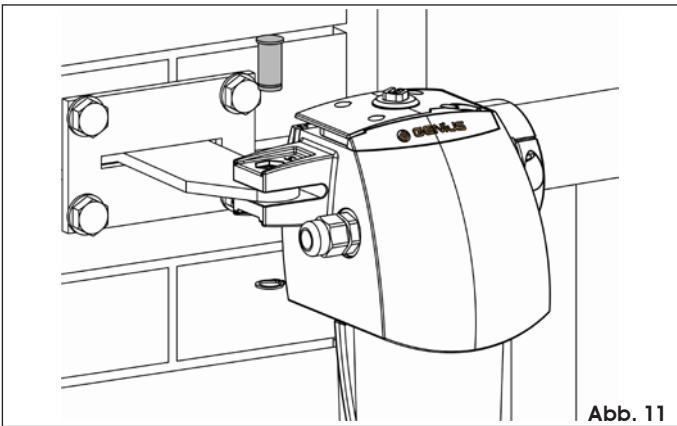

Abb. 11
- Den Antrieb mit dem im Lieferumfang enthaltenen Stiften und elastischen Ringen am hinteren Bügel fixieren (Abb. 11).